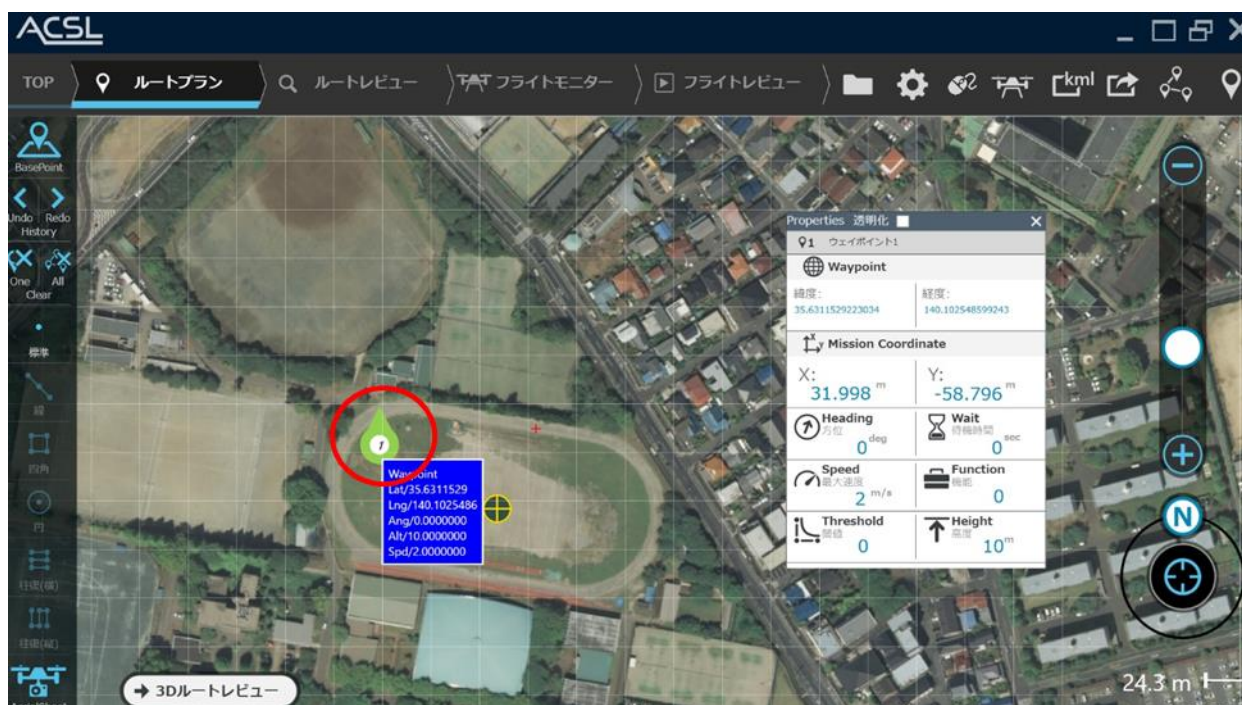

図 23 ウェイポイントの設置
- ウェイポイントの標準設置：** 画面中央の白グリッド線の枠内をマウス操作時はダブルクリック、タッチ操作時は長押しすることで図 23 赤枠に示すようにウェイポイントが設置（経度緯度の指定）されます。なお、ウェイポイントの経度緯度・方位角情報は、設置されたウェイポイントをタッチすることでPOP 表示され、選択中は色が黄色、選択中でない場合は緑で表示されます。ウェイポイントの詳細は、Properties の画面に表示されます。